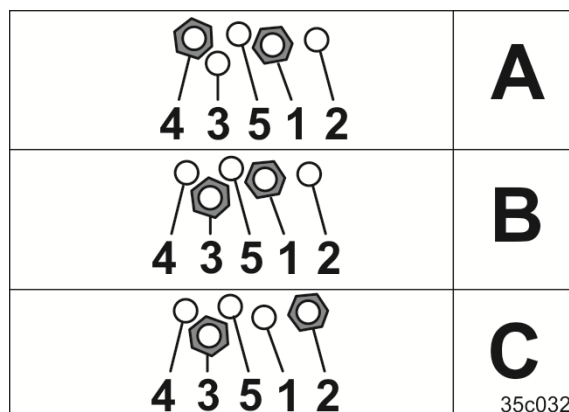

図 132
1 本のねじをボア（図 132/1）に、2 本目のねじをボア（図 132/4）に差し込みます。ばねの力はブレードレールとブレードに常時作用します。
ねじをボア（図 132/4）からボア（図 132/3）またはボア（図 132/5）に差し替えると、ブレードレールの自重だけがブレードにかかります。ブレードを上昇させ、ハンガーがボア（図 132/3）またはボア（図 132/5）のねじに衝突すると、ばねの力がかかります。
- まず、ねじをボア（図 132/3）に差し込むとかがかります。
- 後に、ねじをボア（図 132/5）に差し込むとかがかります。
ねじをボア（図 132/1）からボア（図 132/2）へ入れ替えることにより、ローラーがブレードなしで稼働します。ねじを差し替えるには、ブレードレールを上昇させます。